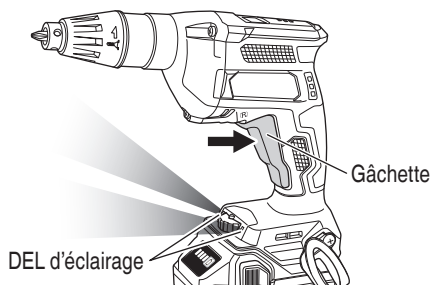

Fig. 11
7. Comment utiliser la DEL d'éclairage. (Fig. 11)